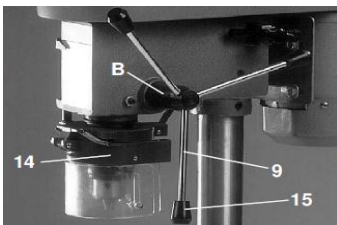

Рис.6
7.4. Вверните в цапфу В три рычага 9 с ручками 15 и убедитесь что шпindelь 14 подается этими рычагами на всю глубину и легко возвращается в исходное положение, см. Рис. 6